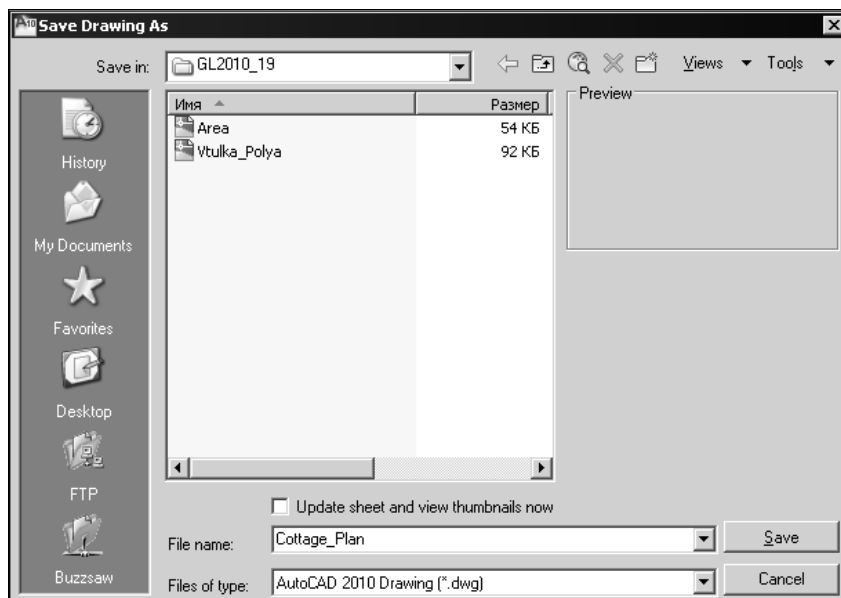

Рис. 2.6. Диалоговое окно **Save Drawing As** для настройки сохранения рисунка
- ♦ выбрать из меню приложения **Save** (Сохранить) (см. рис. 1.6). При первом сохранении откроется диалоговое окно **Save Drawing As** (Сохранение чертежа) (рис. 2.6), в котором выбирается папка, куда записывается файл и присваивается ему имя.
- ♦ выбрать из меню приложения **Save As** (Сохранить как) (см. рис. 1.6). В этом случае откроется диалоговое окно **Save Drawing As** (Сохранение чертежа) (рис. 2.6), в котором можно настроить сохранение рисунка под другим именем.